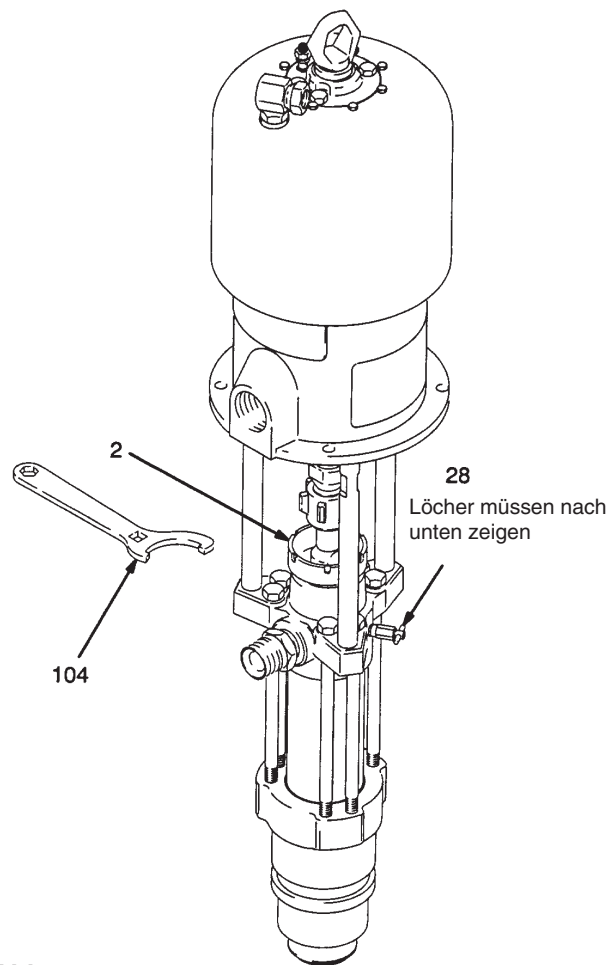

Abb. 3
Packungsmutter/TSL-Tasse (2) zu 1/3 mit GRACO TSL Flüssigkeit oder verträglichem Lösemittel füllen, siehe Abb. 3. Mit dem mitgelieferten Packungsmutterschlüssel (104) die Packungsmutter jede Woche einstellen, so dass sie fest sitzt, nicht überdrehen! Vor dem Einstellen der Packungsmutter Druck entlasten.
Wenn sich die Pumpe nicht richtig füllt, das Entlüftungsventil (28) leicht öffnen. Wenn Material am Entlüftungsloch erscheint, Entlüftungsventil wieder schliessen. Siehe Abb. 3.
Wenn sich die Pumpe nicht richtig füllt, das Entlüftungsventil (28) etwas öffnen. Das Entlüftungsloch wieder schliessen, sobald Material am Entlüftungsloch erscheint. Siehe Abb. 3.